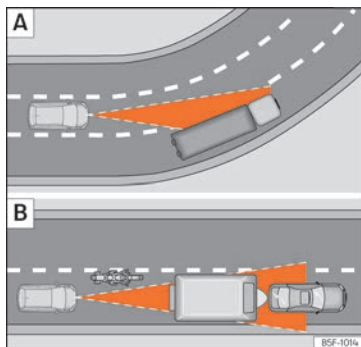

Fig. 185 [A] Vehículo en una curva. [B] Motociclista circulando por delante fuera del radio de acción del sensor de radar.
El ACC podría no detectar en curva el vehículo precedente o podría regular la distancia con vehículos que se encuentran en otros carriles »» fig. 185 [A].
- Vehículos que circulen desalineados o fuera de la zona de detección del sensor, por ejemplo, motocicletas »» fig. 185 [B]